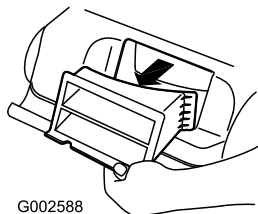

Figura 20
2. Retire el tapón de descarga trasera (Figura 20).